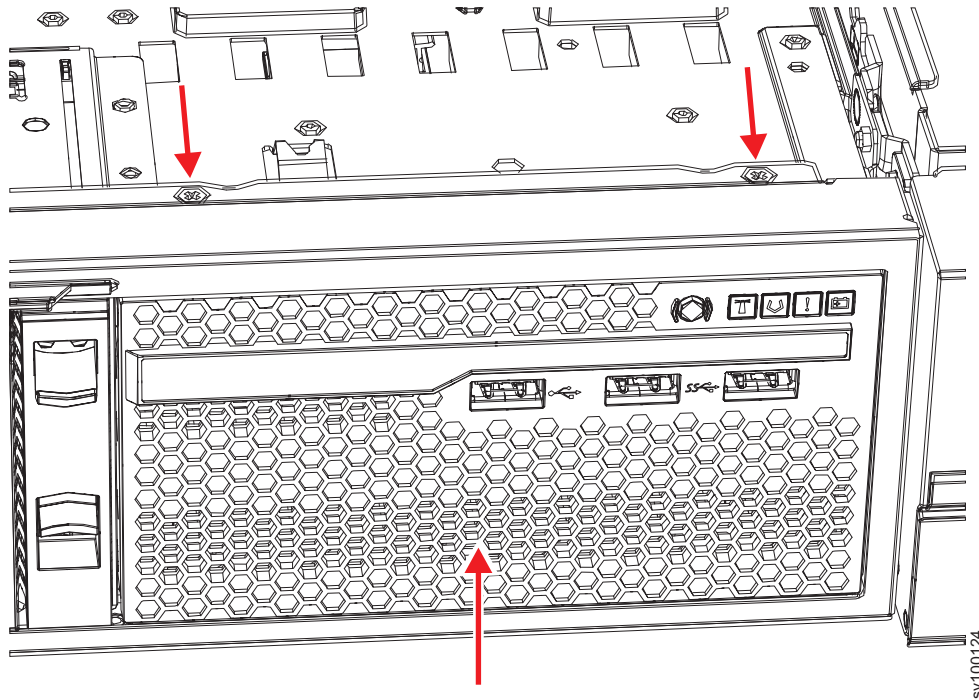

図 256. 2145-SV1 オペレーター情報パネルの交換
2. 336 ページの図 256 に示すように、ノードの前面から、オペレーター情報パネルをスライドさせて、所定の位置にカチッと音をたてて収まるまでノード内に押し込みます。